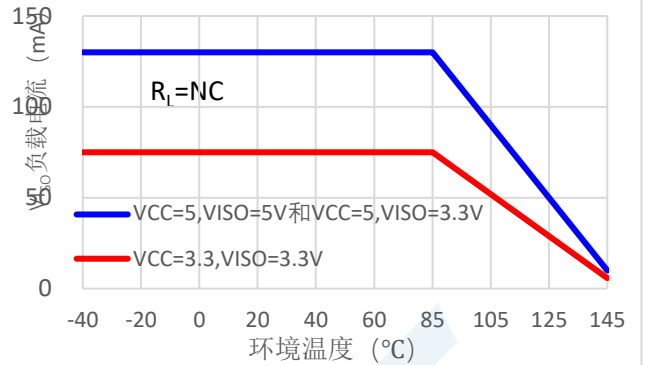
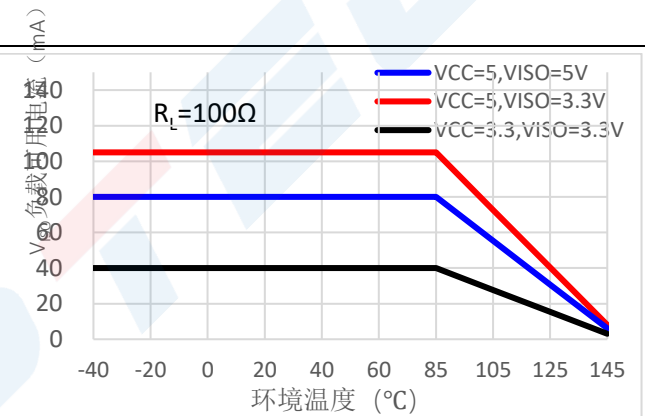

图 7.10-14
图 7.10-16
1. DE = V _{CC} , $\overline{RE}$ = 0V, DI = 0V 或 V _{CC} ; 最大负载电流 I _{ISO} 的最小值即器件为其他模块提供可用的最低电流值; 当 T _A >85℃ 时, 最大负载可用电流应适当降低, 可参考图 7.10-14、图 7.10-16 和图 7.10-18;
表 9-6 列举了器件在常温下不同输出隔离电压和 A、B 之间接不同负载电阻时最大负载可用电流。当输出电压 V_{ISO} 为 5V 时，若总线 A 和 B 之间接入 54Ω 电阻，此时总线端自身消耗的负载电流约为 75mA， V_{ISO} 输出电压最多可以外供 55mA 电流。需要注意的是，上述电流是在常温 ($T_A = 25^\circ C$) 下的数据，当温度超过 85°C 时，最大负载可用电流以应适当降低，请在应用的时候加以考虑，详细参考图 7.10-14、图 7.10-16 和图 7.10-18 关于最大负载可用电流随器件环境温度变化的曲线。